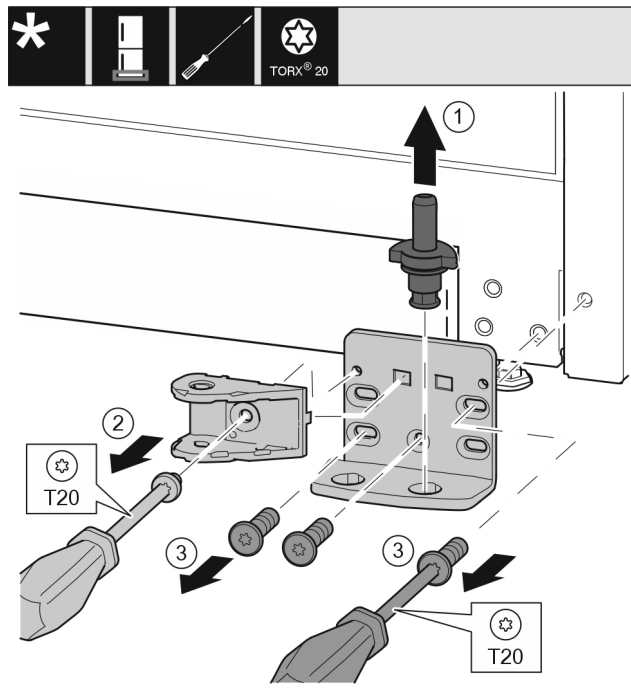

Fig. 35 *
- ▶ Ložiskový čep Fig. 35 (1) celý vytáhněte nahoru.*
- ▶ Šroubovákem vyšroubujte šrouby Fig. 35 (2) a sejměte spojení tlumiče zavírání.*
- ▶ Šroubovákem vyšroubujte šrouby Fig. 35 (3) a sejměte stojan ložiska.*